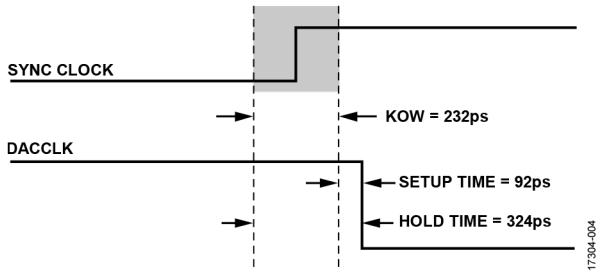

图4. DACCLK 和同步时钟之间的时序要求
3. DACCLK和同步时钟之间的相对相位不得落在KOW内，如图4所示。